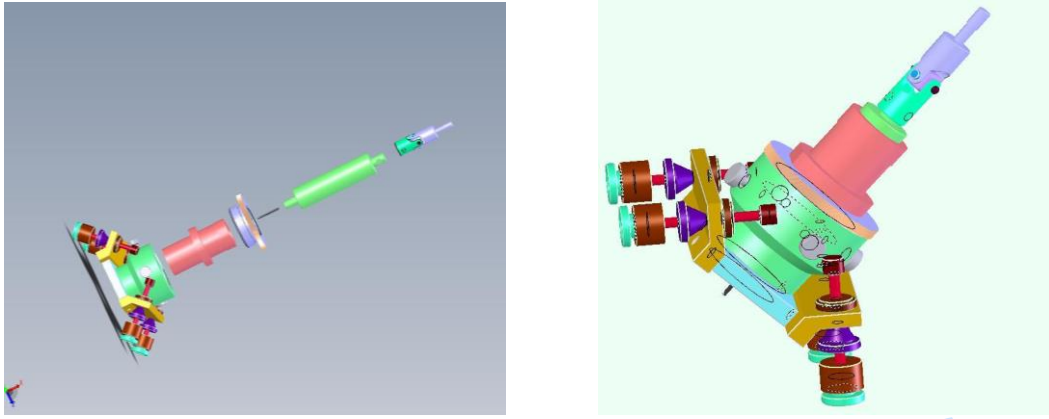

图3 角焊缝打孔装置
3. 对于贴在在直角拐角处的焊缝上的应变花，应选择角焊缝装置也即下方为长方形的打孔装置见（图 3）。